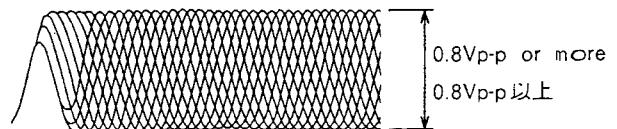

Fig. 6-8
9. Check that the RF level is 0.8 Vp-p or more using the oscilloscope. (Fig. 6-8)
9. オシロスコープにより、RFレベルが0.8Vp-p以上あることを確認する。(図6-8)
10. Check that the RF level is 0.8 Vp-p or more using the oscilloscope. (Fig. 6-8)
10. オシロスコープによりRF波形が0.8Vp-p以上あることを確認する。(図6-8)